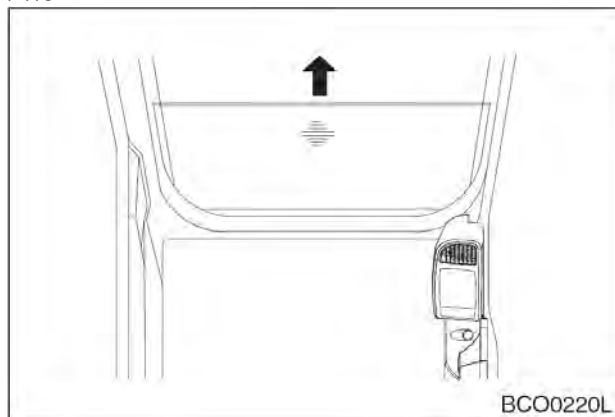

Рис. 115
1. После установки переднего верхнего окна в крыше кабины, снять нижнее стекло в направлении, указанном стрелкой (рис. 115).